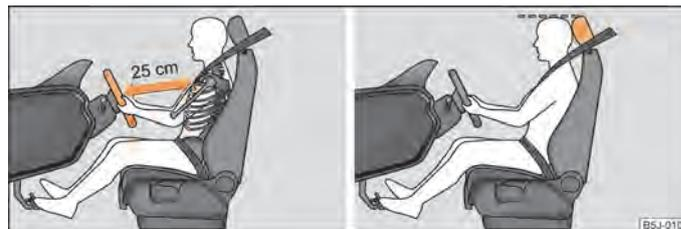

Fig. 91 La distancia correcta entre el conductor y el volante/el ajuste correcto del reposacabezas del conductor
- Ajuste el volante de tal modo, que la distancia entre el volante y el esternón sea, como mínimo, de 25 cm ⇒ fig. 91 - lado izquierdo.
- Ajuste el reposacabezas de tal modo, que el borde superior del mismo se encuentre de ser posible a la misma altura que la parte superior de su cabeza ⇒ fig. 91 - lado derecho
- El conductor se ha de mantener a una distancia mínima de 25 cm del volante ⇒ fig. 91. Si no respeta la distancia mínima, el sistema de airbag no podrá protegerle - ¡Peligro de muerte!
- Ajuste los reposacabezas de tal modo, que el borde superior de los mismos se encuentre de ser posible a la misma altura que la parte superior de la cabeza ⇒ fig. 91 - lado derecho.